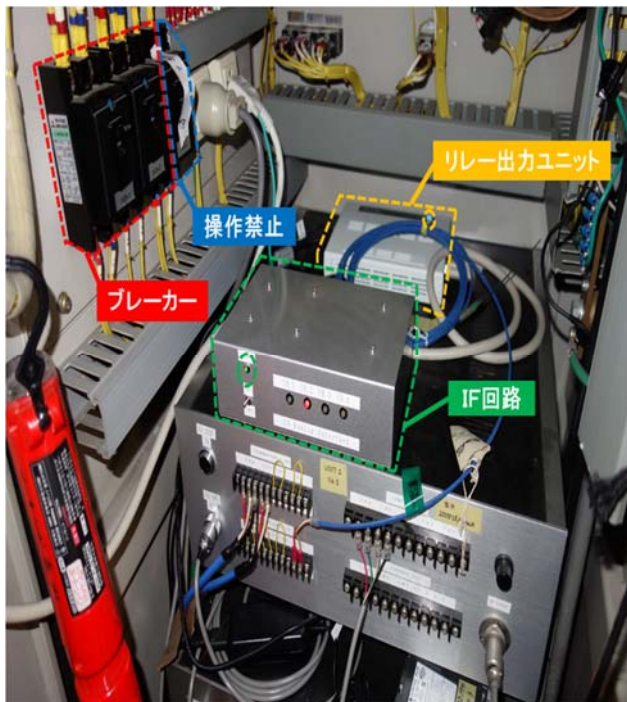

図 7 ベーキング監視盤内
1. ベーキング監視盤内にある2個のブレーカーを投入する（図7）